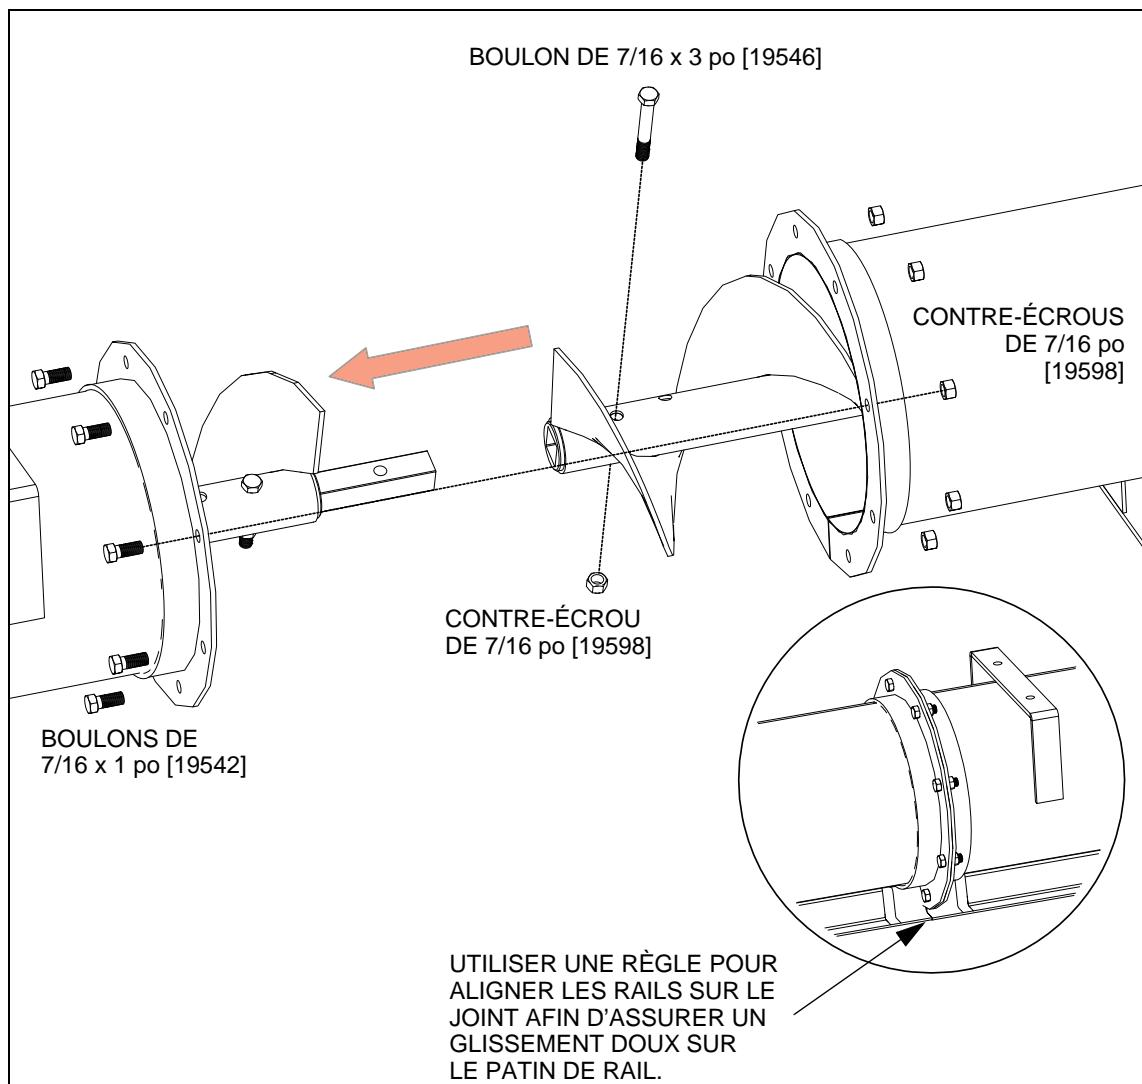

Figure 3.7 Raccordement des sections de tube de la tarière et des déflecteurs
1. Boulonner ensemble les sections de tube (voir la Figure 3.7 pour plus de détails) en travaillant à partir de l'extrémité de la goulotte (tube supérieur) vers le bout distributeur (tube inférieur) :